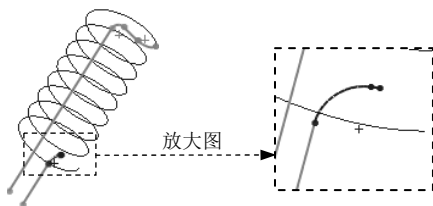
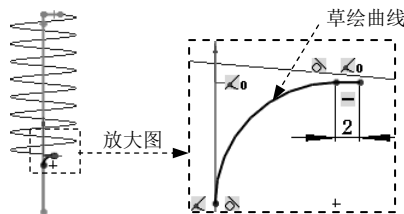

图 6.13.11 草图 5
图 6.13.12 绘制草图 5
Step6. 创建如图 6.13.11 所示的草图 5。选取基准面 2 为草图基准面，绘制如图 6.13.12 所示的草图 5。